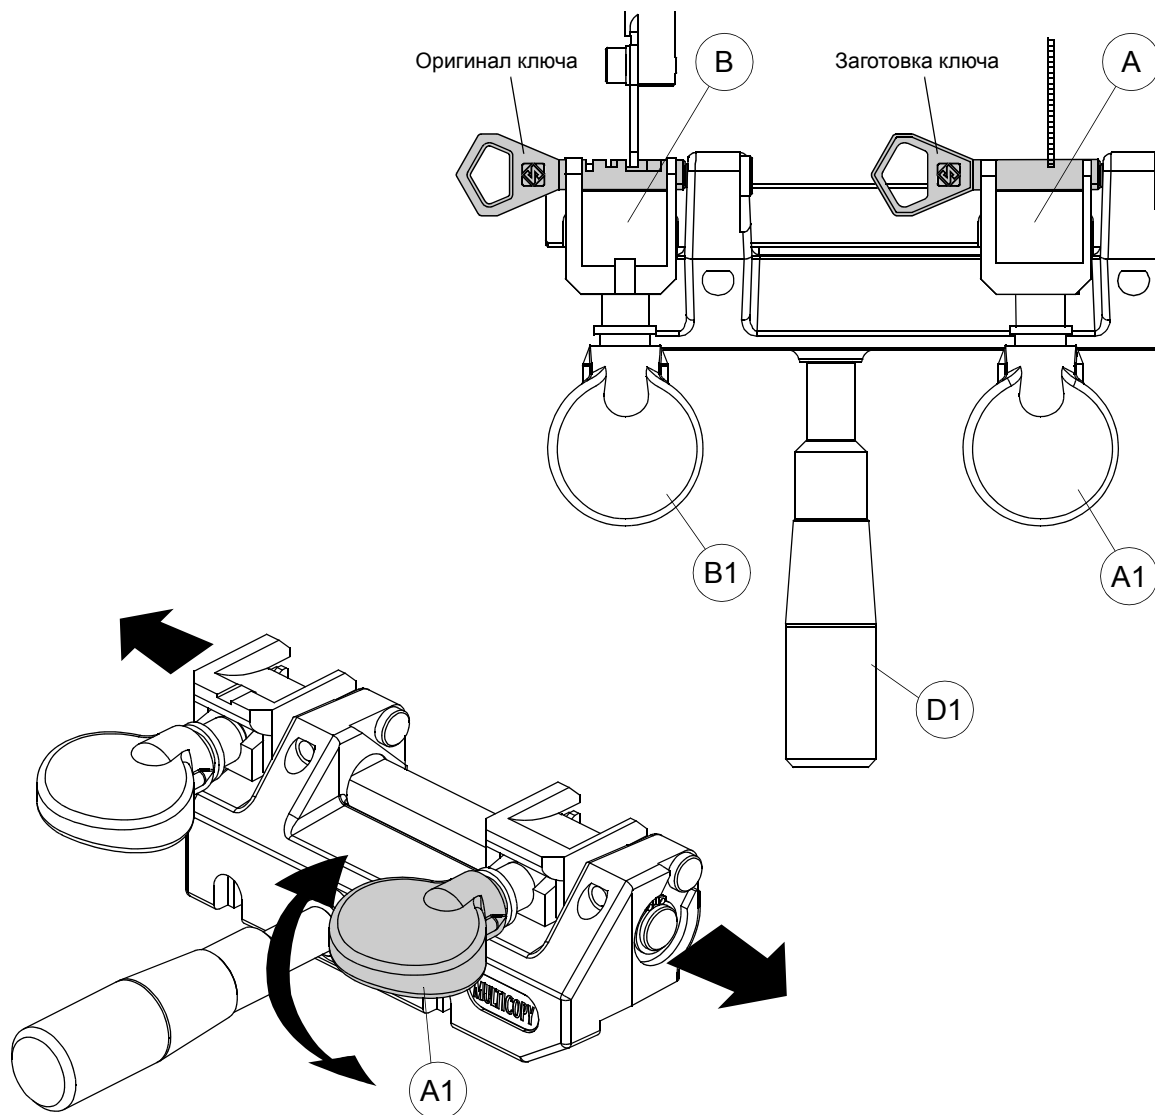

Рис. 14
- 3) Запустите станок кнопкой (F).
- 7) Повторите эту операцию для всех желобков, при необходимости выполняйте небольшое перемещение по горизонтали (рис. 14).
- 10) Повторно включите станок выключателем (F) и удалите заусеницы с помощью щетки (K).